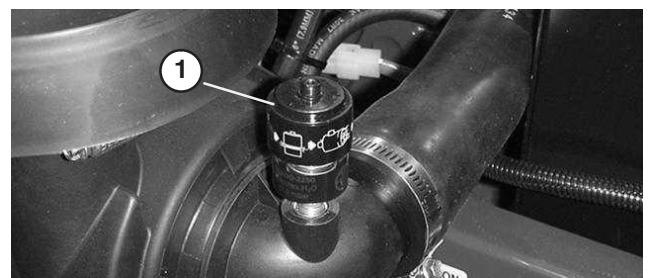

Figure 43
- Faites l'entretien du filtre à air quand l'indicateur de colmatage (Fig. 43) est rouge ou toutes les 400 heures (plus fréquemment si vous travaillez dans une atmosphère extrêmement poussiéreuse ou sale). N'effectuez pas l'entretien du filtre à air plus souvent.
6. Réarmez l'indicateur de colmatage (Fig. 43) s'il est rouge.